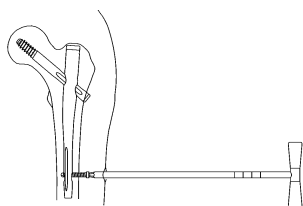

図 26
- 1) ロッキングスクリュー用 T レンチにて、ロッキングスクリューを抜去します。(図 26)